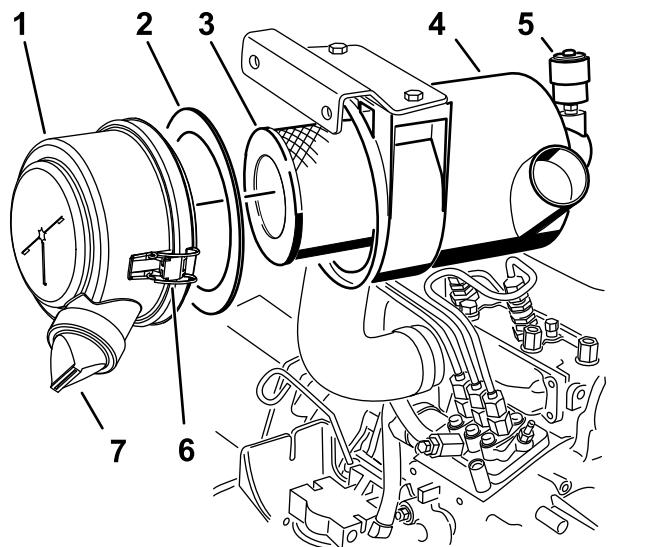

Figura 31
3. Mantenimiento del filtro del limpiador de aire (Figura 31).